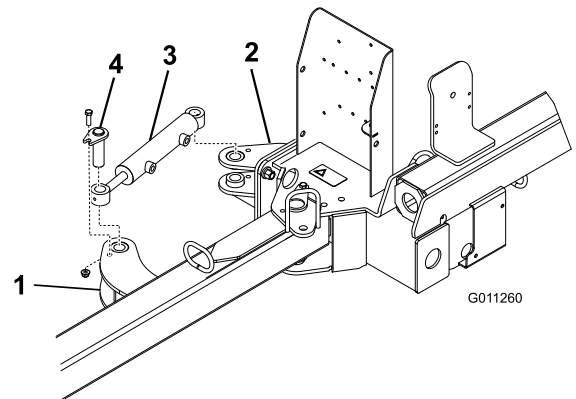

Figure 6
2. Fixez chaque extrémité du vérin hydraulique à une patte de commande à l'aide d'une goupille, d'un boulon (3/8 x 1-1/4 po et d'un écrou (3/8 po) (Figure 6).